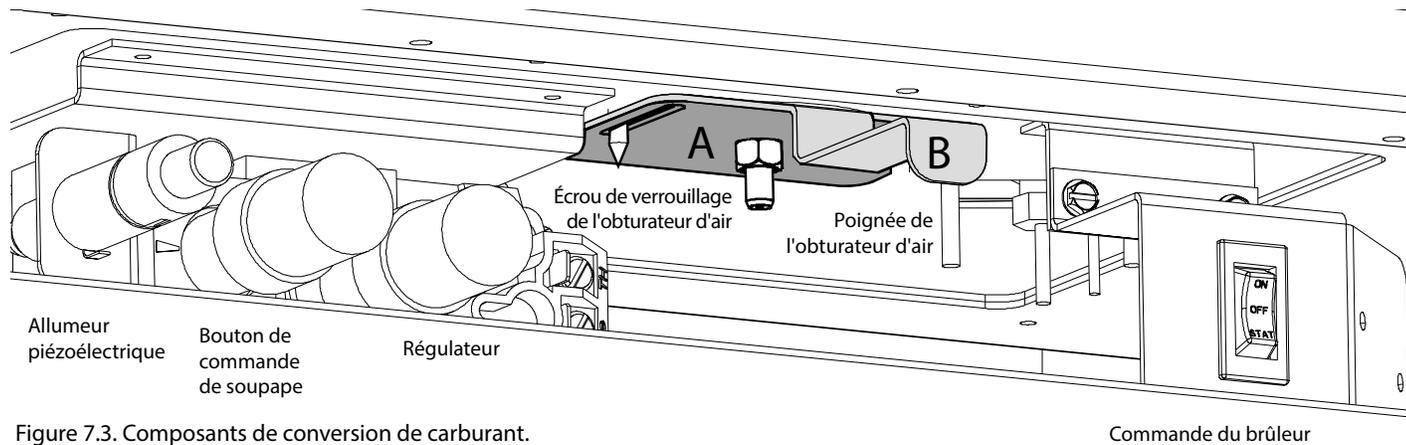

Figure 7.3. Composants de conversion de carburant.
6. CHANGEZ LA TOUR DU RÉGULATEUR VARIABLE sur la soupape de commande de gaz. Voir la figure 7.3.